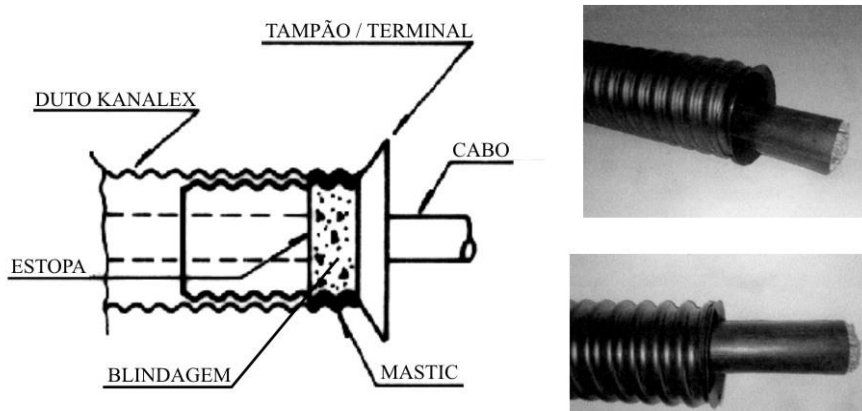

Figura 45
- c) Llenar el espacio entre el cable y el terminal con una capa de estopa formando un mamparo e impidiendo que el material aplicado posteriormente, penetre hacia el interior del ducto como mostrado en la Figura 45.